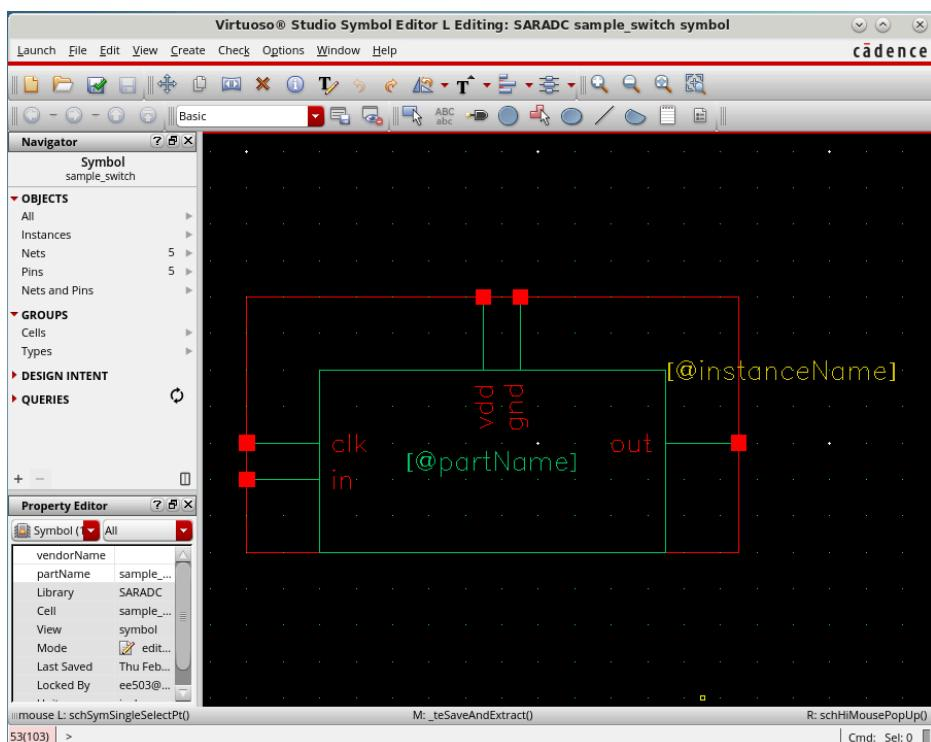

图 31 Symbol 视图
27. 如图 31 所示，新的 Symbol 视图将会弹出。点击 Check & Save 按钮 保存 Symbol。然后点击右上角的 x 按钮关闭 Symbol 视图和 Schematic 视图。